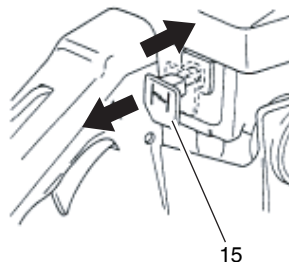

Fig. 10
4. Quand vous entendez le premier allumage, ramenez le levier d'étranglement en position de fonctionnement. (Fig. 10)